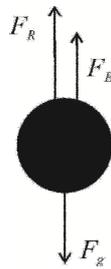

Figura 1. Forças atuantes na esfera em queda no meio líquido. Detalhes no texto.
Nesta prática, determinaremos a viscosidade de dois líquidos (detergente e solução de sacarose 30%) utilizando o viscosímetro de Stokes. Neste viscosímetro, uma esfera (geralmente de alumínio), de diâmetro (D), volume (V_e) e densidade (d_e) conhecidos, é solta, a partir do repouso, dentro de um tubo contendo o líquido sendo estudado. Quando isso acontece, a partir de certo instante, sua velocidade passa a ser constante (velocidade terminal), evidenciando a inexistência de uma força resultante diferente de zero atuando na esfera. Em outras palavras, a força gravitacional (\vec{F}_g) se equilibra com a força de empuxo (\vec{F}_E) e com a força resistente, ou viscosa (\vec{F}_R), relacionada com a dificuldade da esfera em fluir pelo meio líquido (Figura 1).